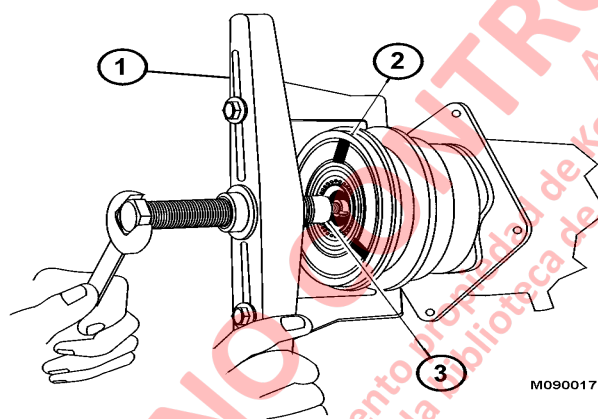

FIGURA 4-23.
- Instale la polea tensora (1, Figura 4-23) y el piloto tensor (3) en el compresor, como se muestra. Si se utiliza una polea de ranuras múltiple, instale el brazo tensor (J-24092) en el tensor en lugar del brazo estándar. Extienda los brazos tensores al lado trasero de la polea. NO